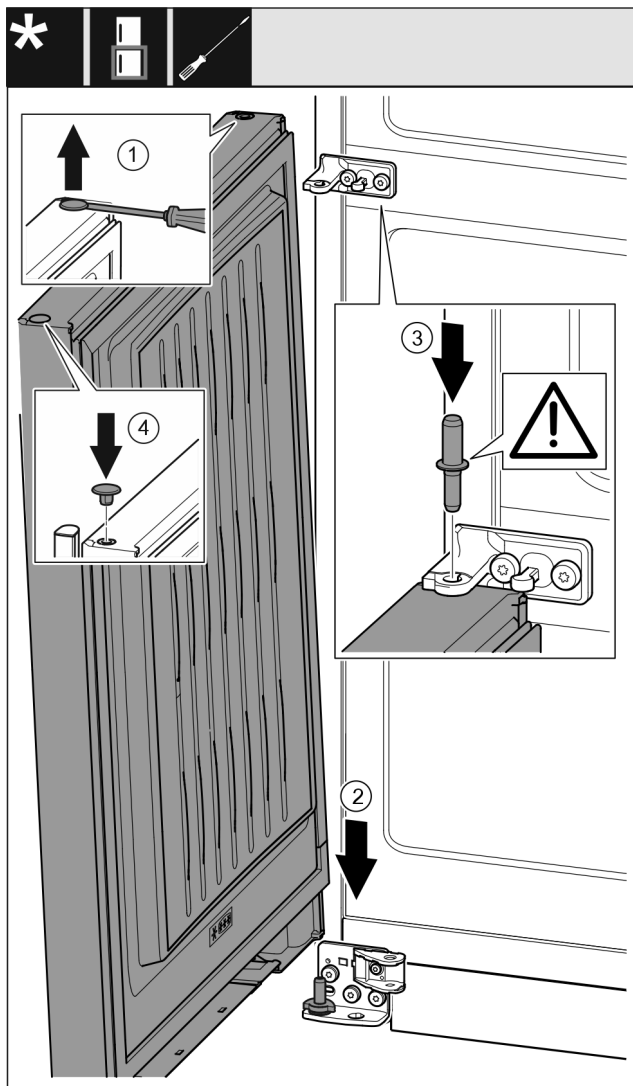

Fig. 48
- ▶ Stopfen Fig. 48 (1) vorsichtig mit einem Schlitzschraubendreher anheben und herausziehen.
- ▶ Tür Fig. 48 (2) von oben auf den unteren Lagerbolzen aufsetzen.
- ▶ Lagerbolzen Mitte Fig. 48 (3) durch Lagerbock Mitte in die untere Tür einsetzen. Dabei darauf achten, dass der Rastnocken nach hinten zeigt.
- ▶ Stopfen Fig. 48 (4) auf der anderen Türseite wieder einsetzen.